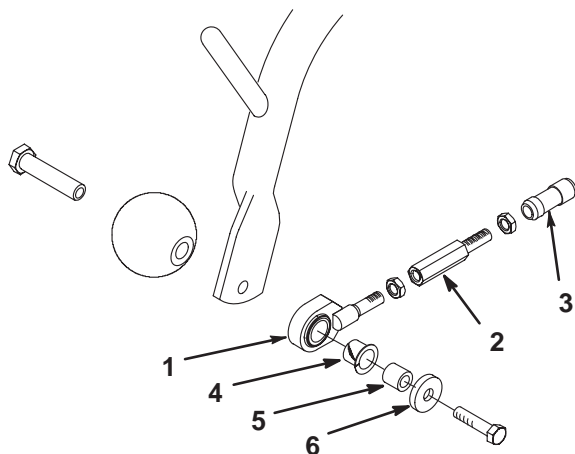

図 8
1. それぞれの前キャリア・フレームの外側端部に、アンチ・スカルプ・ローラとプル・リンク・アセンブリを取り付ける（ローラ・シャフト、スペーサ、ワッシャ、ネジを使用；図8）。